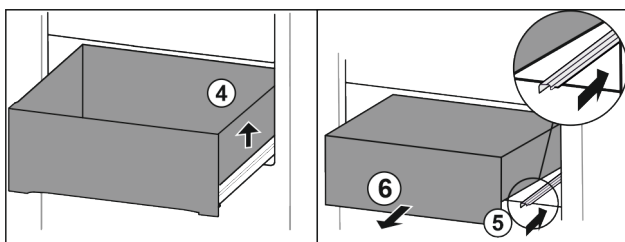

Fig. 114
- ▶ Приподнимите выдвижной ящик справа. Fig. 114 (4)
- ▶ Вставьте правую направляющую. Fig. 114 (5)
- ▶ Извлеките выдвижной ящик движением вперед. Fig. 114 (6)